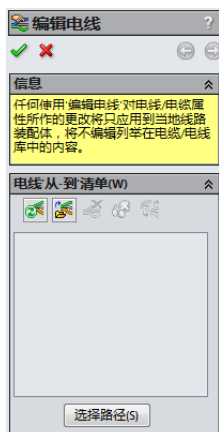

图 18-10 “编辑电线”属性管理器
① 单击“电气”工具栏中的“编辑电线”按钮，系统弹出图 18-10 所示的“编辑电线”属性管理器。